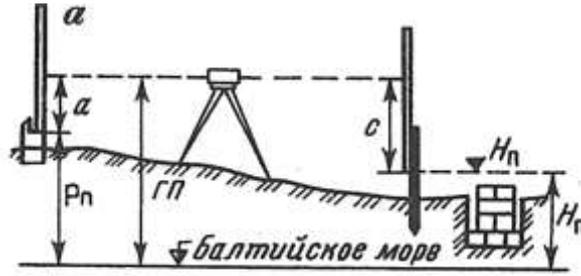

Рис. 2. Схема разбивки и контрольных высот фундамента
5. Выставьте проектную высоту верха фундамента на обноске (рис. 2), если высота репера $P_n = 53,672$, отсчет по рейке $a = 0,525$, проектная высота фундамента $H_n = 52,253$.